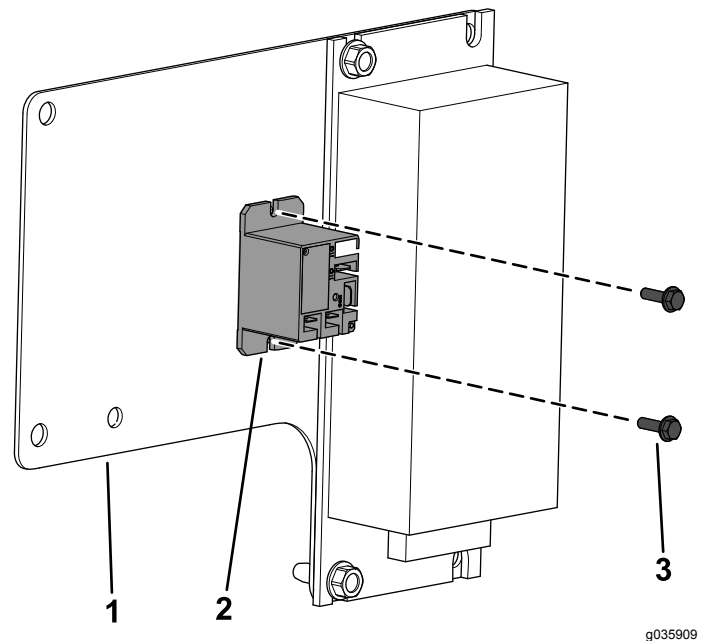

Figure 5
- Fixez le relais au support du convertisseur à l'aide des 2 vis à tête hexagonale (n° 6 x 1/2"), comme montré à la Figure 5.